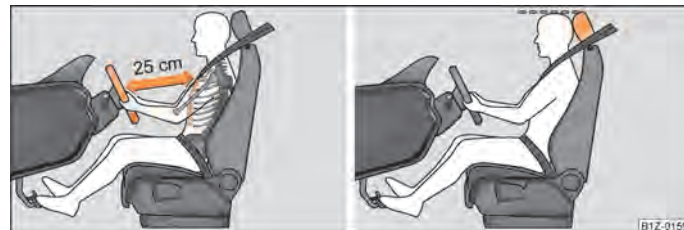

Fig. 116 Bonne distance du conducteur par rapport au volant/bon réglage de l'appuie-tête du conducteur
- Ajustez le volant de façon que l'écart entre le volant et le buste soit de 25 cm au moins → fig. 116 - à gauche.
- Réglez l'appui-tête de façon à ce que le bord supérieur de l'appui-tête se trouve au moins à la hauteur de la partie supérieure de votre tête ⇒ **fig. 116** - à droite.
- Le conducteur doit être au minimum à 25 cm du volant ⇒ **fig. 116** à gauche. Les airbags ne peuvent pas vous protéger si vous en êtes plus près - danger mortel !
- Réglez les appuie-tête de façon à ce que le bord supérieur des appuie-tête se trouve au moins à la hauteur de la partie supérieure de la tête ⇒ fig. 116 - à droite.